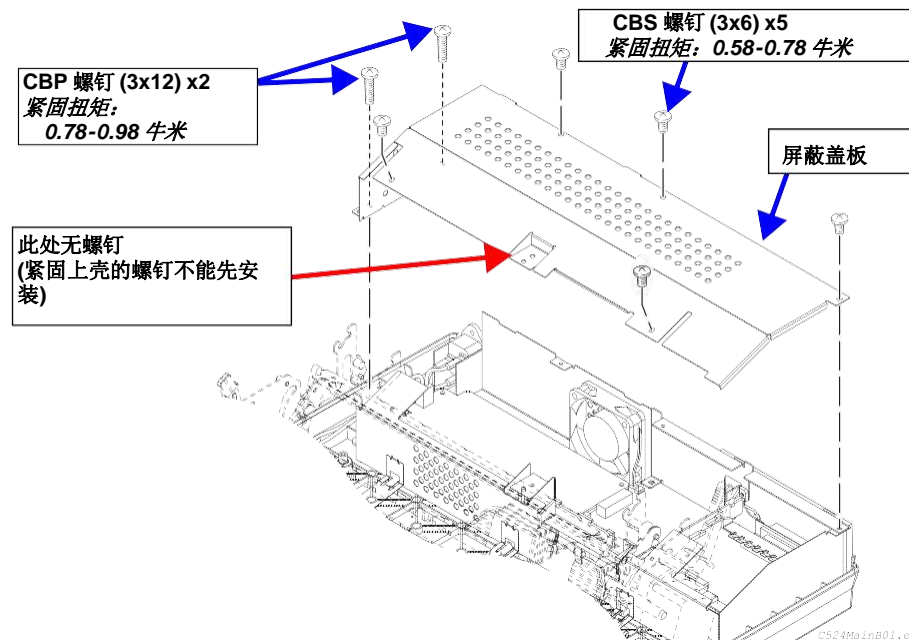

图 4-8. C558 MAIN 主板的拆卸 1
3. 把用于将屏蔽盖板固定在机架和底壳上的 5 个 CBS(M3x6)螺钉以及 2 个 CBP(M3x12)螺钉拆下来, 然后拆下屏蔽盖板。(参见图 4-8)
3. 拆卸屏蔽盖板。(参见图4-8)